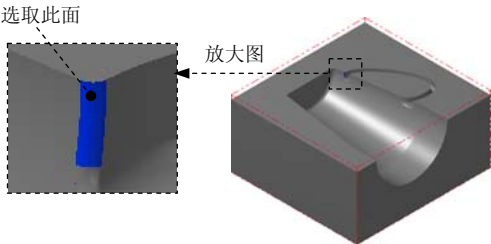
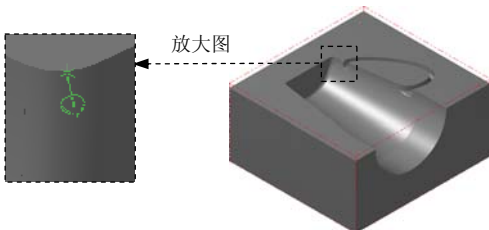

图 21.45 定义附着面
图 21.46 定义边界位置
(1) 选择命令。选择下拉菜单 **C 绘图** → **V 曲面曲线** → **单一边界** 命令。
(2) 定义附着曲面和边界位置。在图形区中选取图 21.45 所示的面为附着曲面，此时在所选取的曲面上出现图 21.46 所示的箭头。移动鼠标，将箭头移动到图 21.46 所示的位置单击鼠标左键，此时系统自动生成创建的边界预览。单击 按钮完成指定边界的创建。